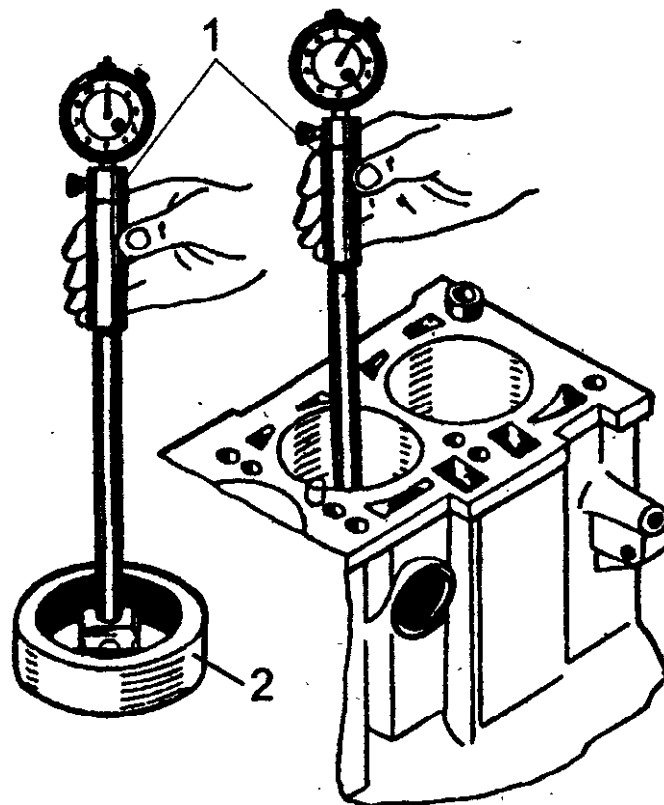

Рис. 42. Измерения диаметра цилиндров нутромером:
**Нутромер** (рис. 42) применяют, перемещая его качением, для определения размеров диаметра цилиндров.